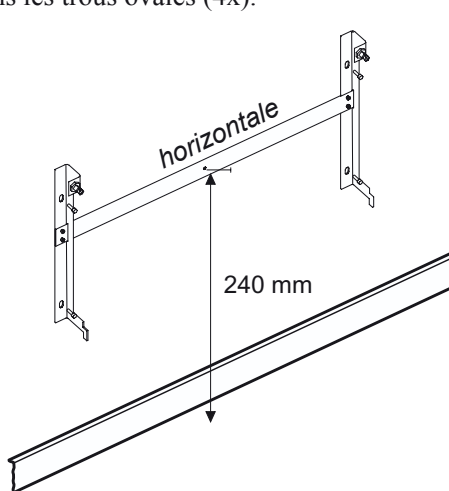

Fig. 2
- Mettre un clou dans le trou du milieu de la console et utiliser un niveau pour la mettre parfaitement droite. (La distance entre le trou et le sol doit être de 240 mm.) Voir Fig. 2.